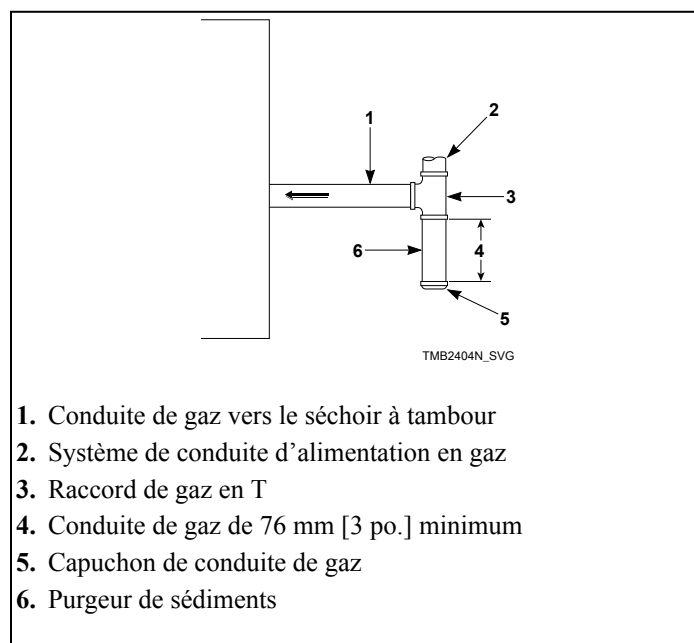

Figure 17
- Prises de pression d'alimentation (minimum 1/8 NPT) (voir *Figure 17*)